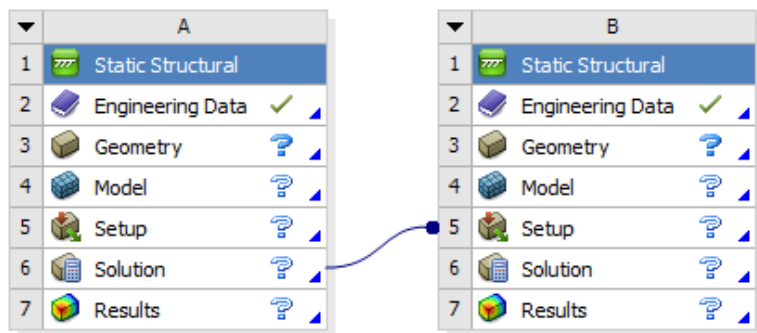

图 21-2 分析项目
4) 在分析项目 A 中, 拖曳“Solution”至分析项目 B 的“Setup”上, 显示红色方框时, 这时分析项目 A 的求解数据将会作为输入导入到项目 B 中, 如图 21-2 所示。